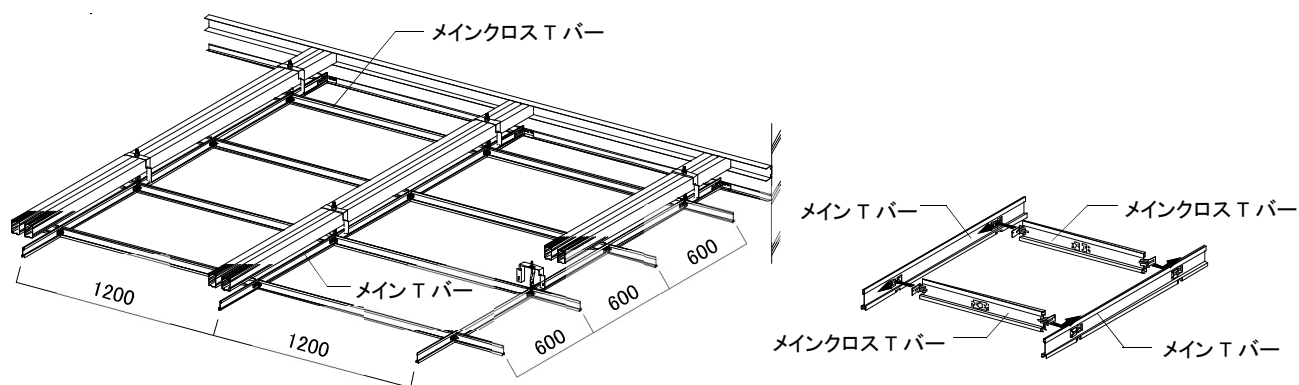

図2-6-2 メインクロスTバーの設置
- ② メインクロス T バーをメイン T バーにジョイントする。(図 2-6-2 参照)